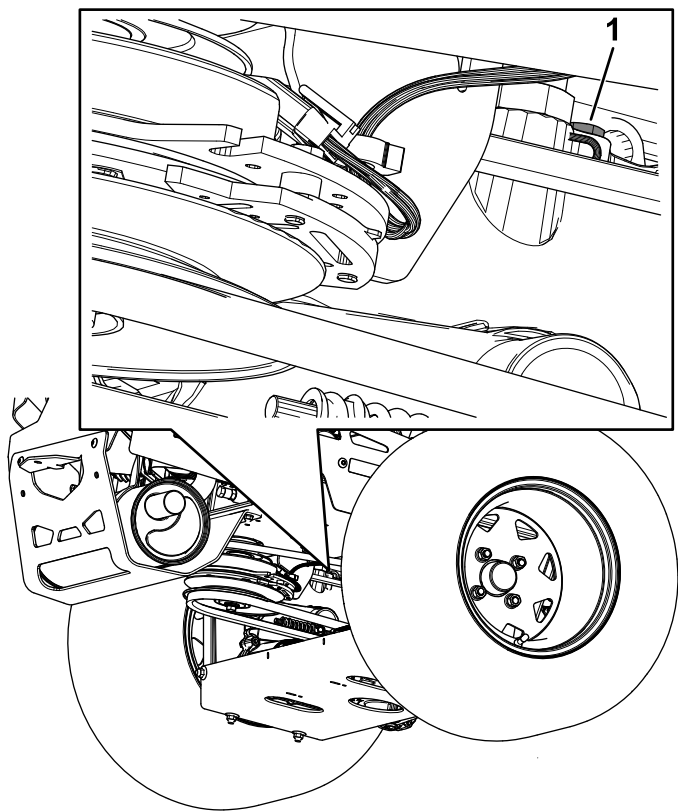

Figura 75
- **Transmisiones hidrostáticas ZT 5400:** utilice una llave de 7/16" para acceder al tapón de ventilación desde debajo de la máquina (Figura 75).